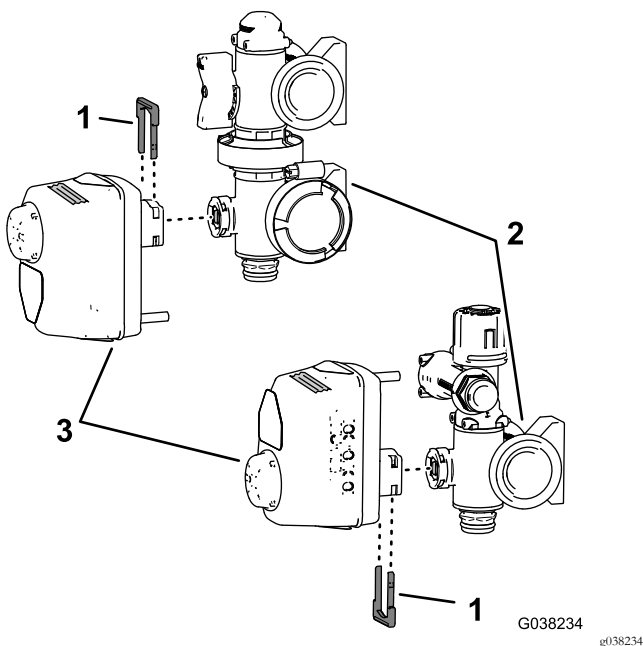

图52
2. 取下将阀门致动器固定至歧管阀的卡环并将致动器与阀门分开图52。